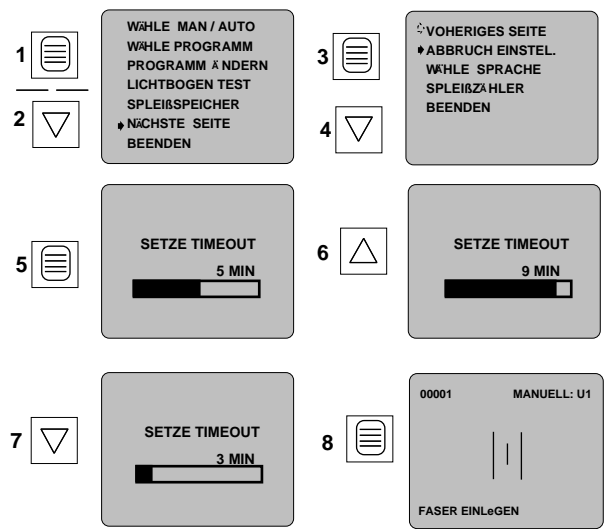

Abbildung 68
6.11 Die zweite Ausschaltzeit-Einstellung regelt die automatische Geräteabschaltung nach einer Inaktivitätsdauer von 3 bis 10 Minuten. Diese Funktion verlängert ebenfalls die Akkunutzungsdauer. Allerdings wird das Gerät in diesem Fall vollständig abgeschaltet, und alle Geräteeinstellungen werden auf ihre Einschaltwerte zurückgesetzt. Gehen Sie wie folgt vor, um diese Einstellung zu ändern (siehe Abb. 68):